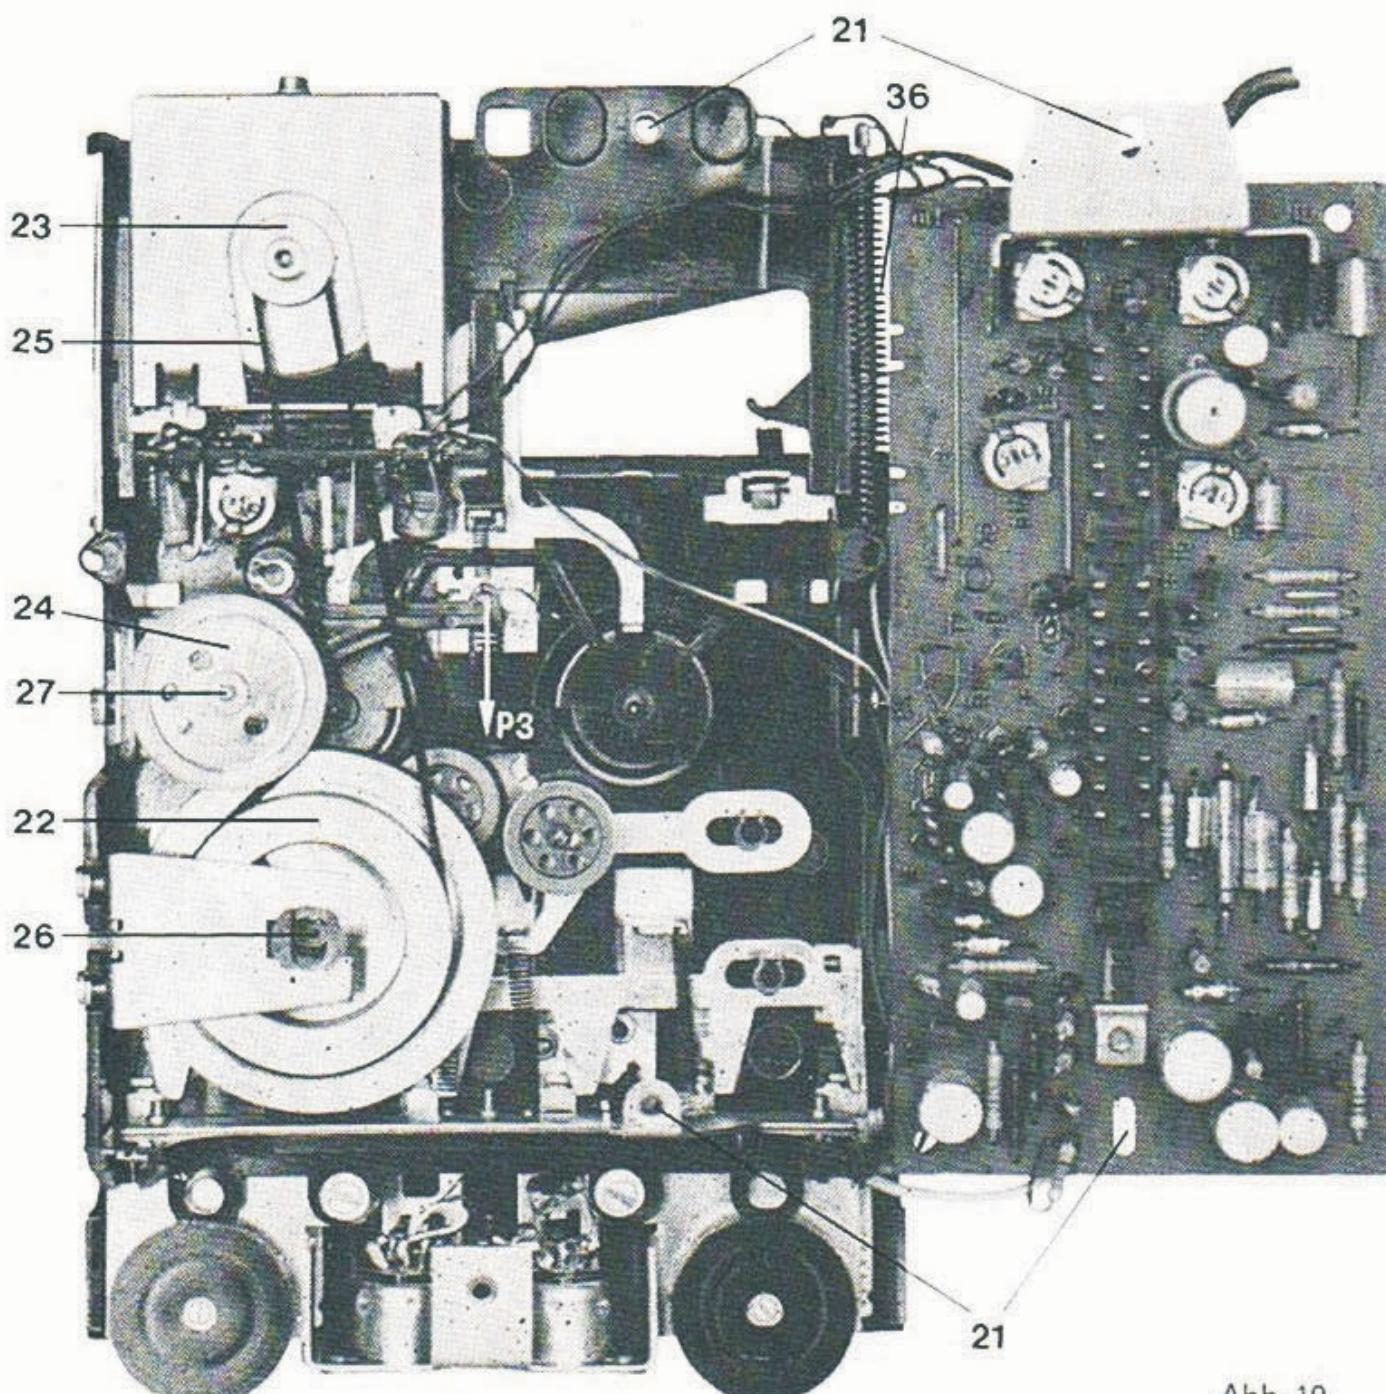

Abb. 10
Die Leichtgängigkeit der aus Abb. 10 bzw. 11 ersichtlichen Schwungmasse (22), Wickelführungen (28), Rutschkupplung (24) und Riemscheibe (23) ist bei abgenommenem Antriebsriemen (25) zu überprüfen.
Um den Antriebsriemen wechseln zu können, muß nur, wie die Abb. 10 zeigt, das Stehlager (26) mit einem Schraubenzieher u. ä. Werkzeug so gedreht werden, bis es sich nach oben aus dem Lagerwinkel herausziehen läßt. Nach Wechseln des Antriebsriemens ist das Stehlager in umgekehrter Reihenfolge wieder einzubauen und das axiale Lagerspiel von 0,05 bis 0,2 mm zu überprüfen. Das Ausbauen und Montieren
Die Sicherungsscheiben (35) und Feder (36) der Kassettenaufnahme werden gelöst, und die Kassettenaufnahme (37) selbst wird abgenommen. Die Schutzkappe (38) und die darunter liegende Sicherungsscheibe (39) wird gelöst und die Wickelführung (28) nach oben abgezogen. Dabei darf keine Taste gedrückt sein, und der Bremshebel muß von den Wickelführungen abgehoben werden. Beim Einsetzen der neuen Wickelführung ist nach dem Anbringen der Sicherungsscheibe und der Schutzkappe auf leichten Gang zu achten (s. Abb. 10, 11).